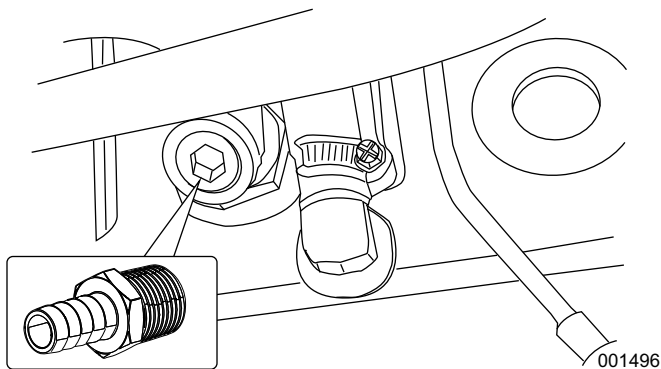

Figura 8. Conducto de refrigerante
21. Vea la **Figura 8**. Aplique un sellador de tubería apropiado a las roscas del adaptador de conexión de 1/2 in e instálelo en el conducto de refrigerante.